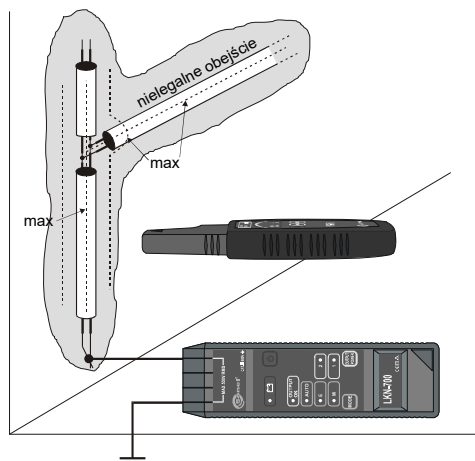

Рис.12 Обнаружение нелегальных обводов счетчиков электроэнергии – обвод в плоскости стены
- Перемещать антенну приемника по бокам трассы легальной проводки. В месте ответвления провода уровень сигнала возрастает (Рис.12).
Если в схеме (Рис.12) удастся включить режим «M+E», то это значит, что один из проводов нелегального обвода заземлен. Тогда следует отключить от генератора заземление, которое позволяет включить этот режим.